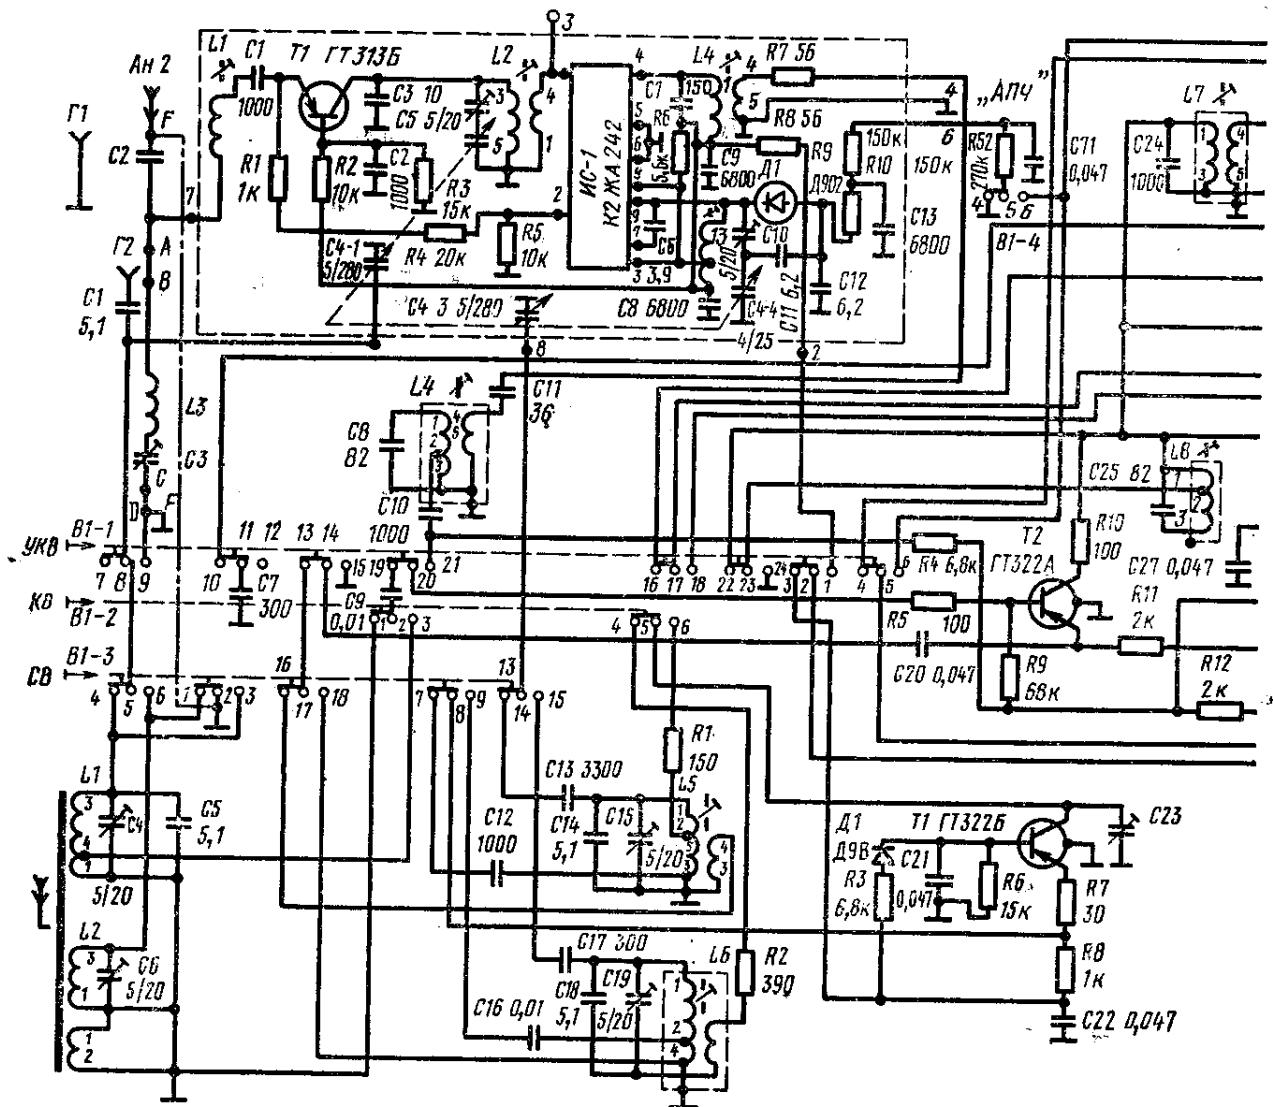

Рис. 2.74. Принципиальная электрическая схема радиоприемника «Сокол-308»
Радиоприемник «Сокол-308» (рис. 2.74) состоит из двух функциональных блоков: УКВ и КСДВ-ПЧ-НЧ.
**Блок КСДВ-ПЧ-НЧ.** Катушки входных контуров диапазонов СВ и КВ ( $L_2$  и  $L_1$ ) и их катушки связи размещены на ферритовом стержне магнитной антенны (см. рис. 2.74). Сигнал от штыревой антенны к входным контурам диапазонов КВ и СВ поступает через конденсатор  $C_3$  и ВЧ дроссель  $L_3$ , выполненный на плате методом печатного монтажа. Катушки невключенного диапазона СВ или КВ замыкаются накоротко. Связь входных контуров КВ и СВ с базой транзистора  $T_2$  смесителя частоты тракта АМ — индуктивная. Сигнал от внешней антенны к входным контурам КВ и СВ подается через конденсатор  $C_1$ .